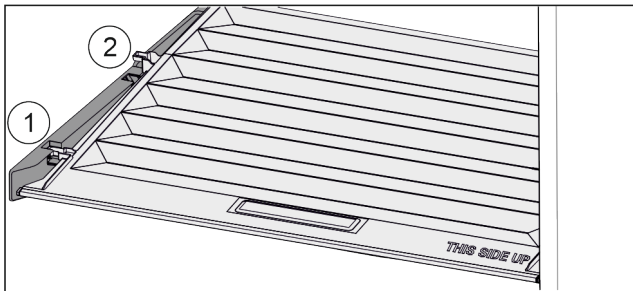

Fig. 83
- ▶ Потянуть крышку до отверстия в поддерживающих деталях вперед *Fig. 83 (1)*.
- ▶ Поднять сзади снизу и извлечь *Fig. 83 (2)* движением вверх.